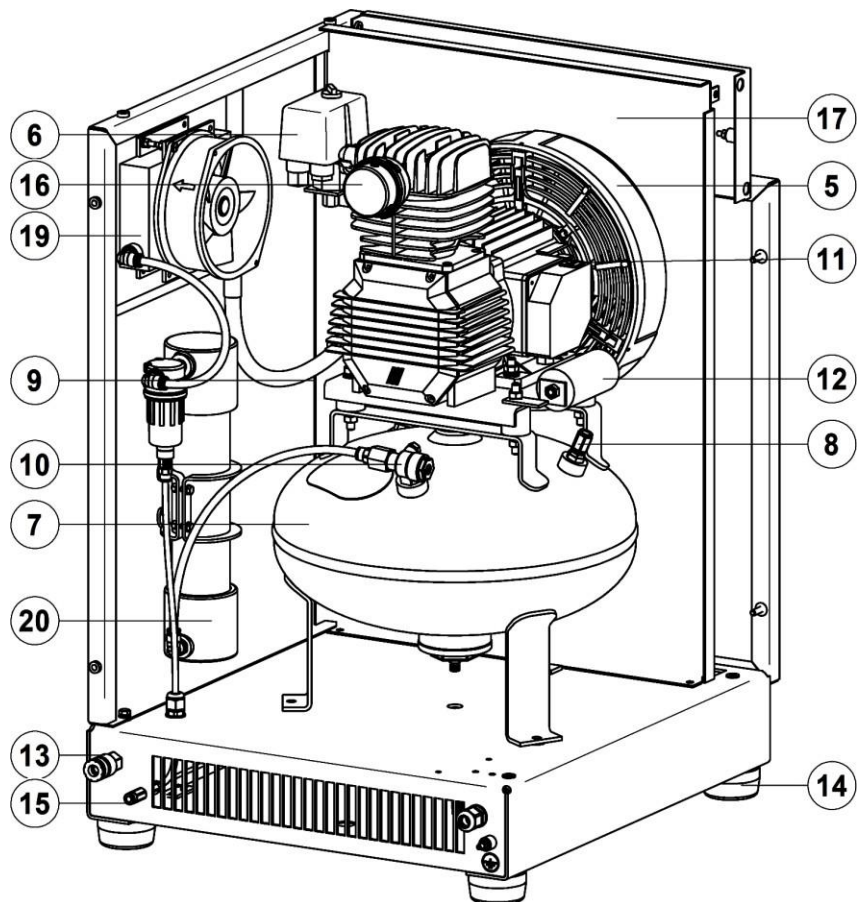

Рисунок 4 - Общий вид компрессора СБ4-16.GMS150КМ
- Снимите крышку всасывающего фильтра **16** (рис. 4, 6), вывернув винт, при обслуживании компрессора с поршневым блоком VS204;